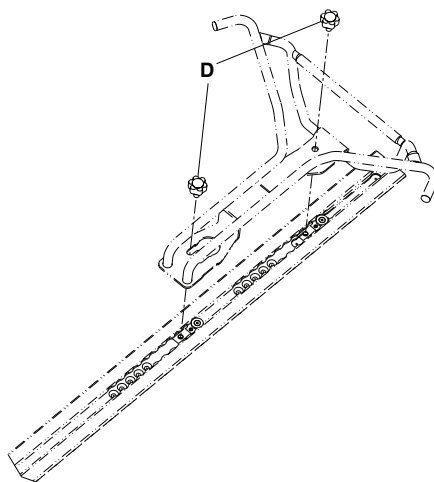

Figure 2 – Ensemble de crochet à ramure avec molettes argentées (6390-001-033)
3. Installer les deux molettes argentées (6390-001-033) pour fixer l'ensemble de crochet à ramure (Figure 2). Pour installer la plaque de plancher universelle, voir les instructions Installation de la plaque de plancher (6390-001-020).